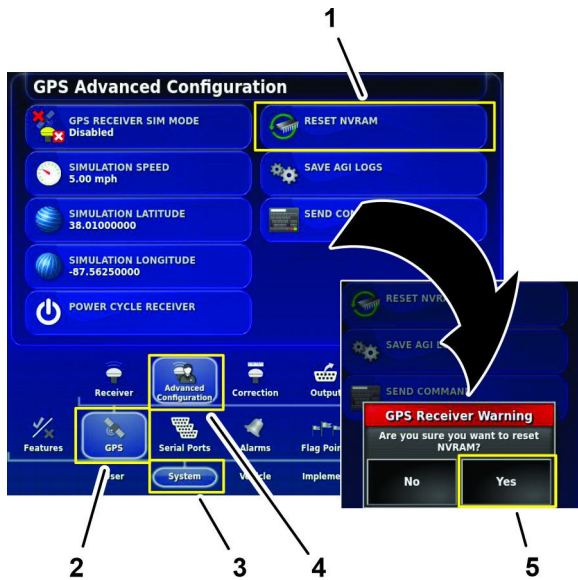

Bild 250
1. Tippen Sie im Einrichtungsbildschirm auf das Symbol SYSTEM, dann das Symbol GPS und das Symbol ERWEITERTE KONFIGURATION (Bild 250).
2. Tippen Sie im Bildschirm GPS Erweiterte Konfiguration auf das Symbol NVRAM ZURÜCKSETZEN (Bild 250).
3. Tippen Sie im Dialogfenster GPS-Warnungen erhalten auf das JA-Symbol (Bild 250).